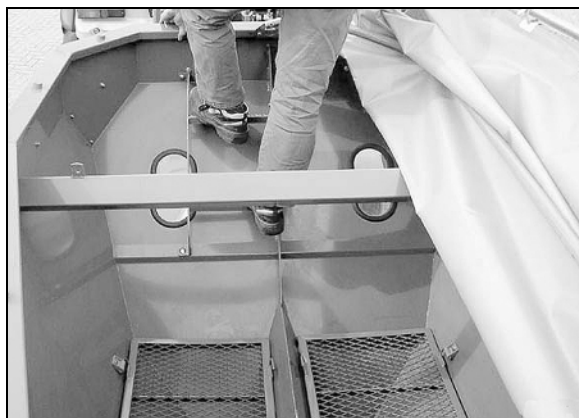

Fig. 60
4. Løsn geararmens stopknap (Fig. 60/1).
5. Skub geararmens viser (Fig. 60/2) hen på en af følgende gearpositioner:
6. Spænd stopknappen (Fig. 60/1).